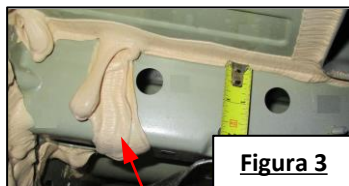

Figura 3
- Quite el sellador** - Usando un cuchillo raspador, quite el exceso de sellador de las superficies externas de los carriles del marco para que el soporte del enganche se asiente plano contra el marco. **Ver figura 3.**